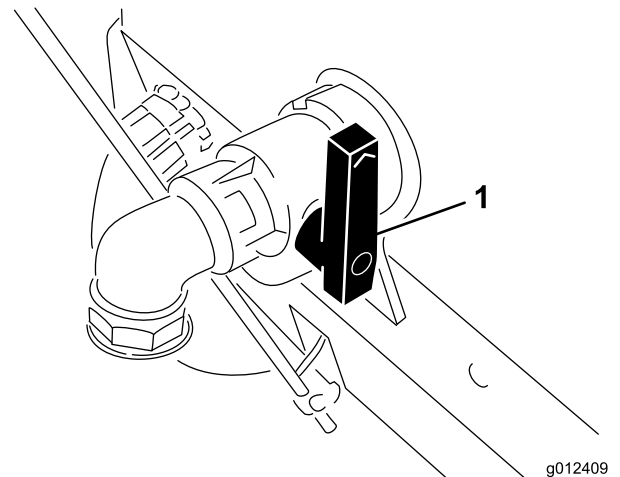

Figura 31
3. Abra a válvula de drenagem do depósito de tinta (Figura 31). Quanto mais aberta estiver a válvula, mais tinta pode ser drenada.